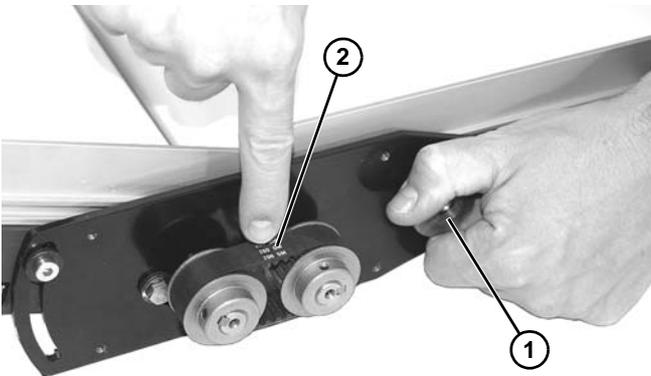

Figura 22
- 12. Gire la perilla de la leva (Figura 22, artículo 1) para lograr una desviación de la banda de 3-6 mm en el centro de la banda (Figura 22, artículo 2) con aproximadamente 1360-2268 gramos de fuerza.